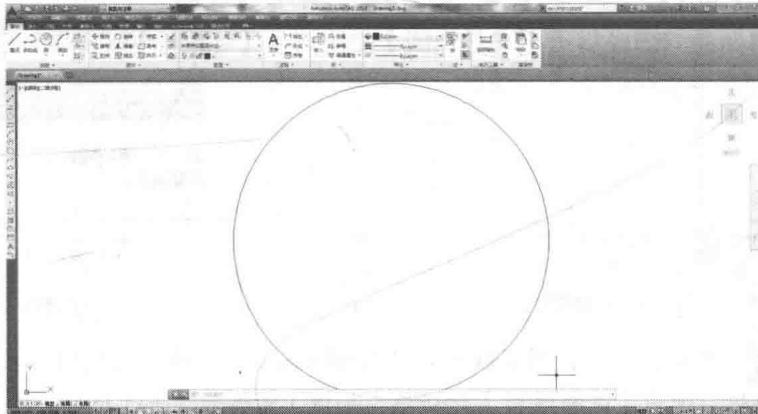

图 1-5 用圆设定绘图区域大小
(2) 选择菜单命令【视图】/【缩放】/【范围】，直径为 100 的圆就充满了整个程序窗口，如图 1-5 所示。